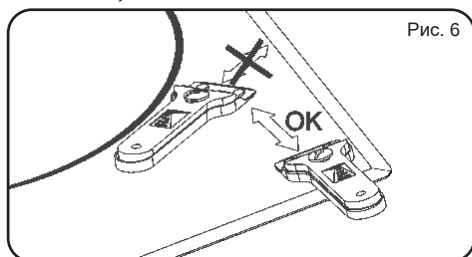

Рис. 6
- Если вы используете скребок неправильно, лезвие может сломаться. Если это произойдет, не пытайтесь извлечь деталь руками, осторожно используйте плоскогубцы или нож с тонким лезвием. (См. Рис. 6)